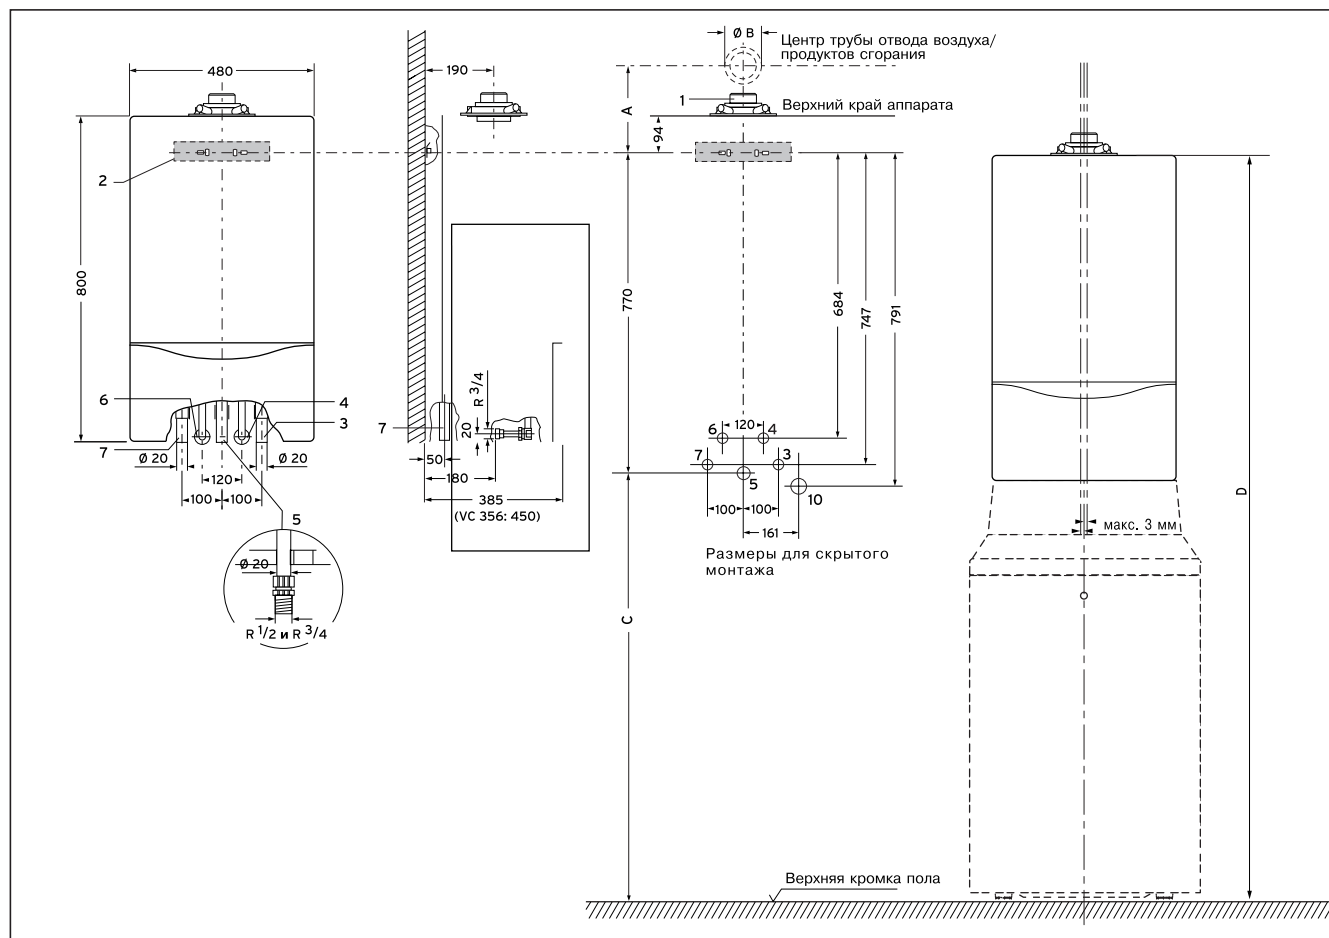

Рис. 3.2 Присоединительные размеры
- Определите высоту монтажа аппарата Vaillant ecoTEC, как показано на рис. 3.2. Особо строго соблюдайте размер C, если аппарат должен быть скомбинирован с емкостным водонагревателем типа VIH CR или CQ.